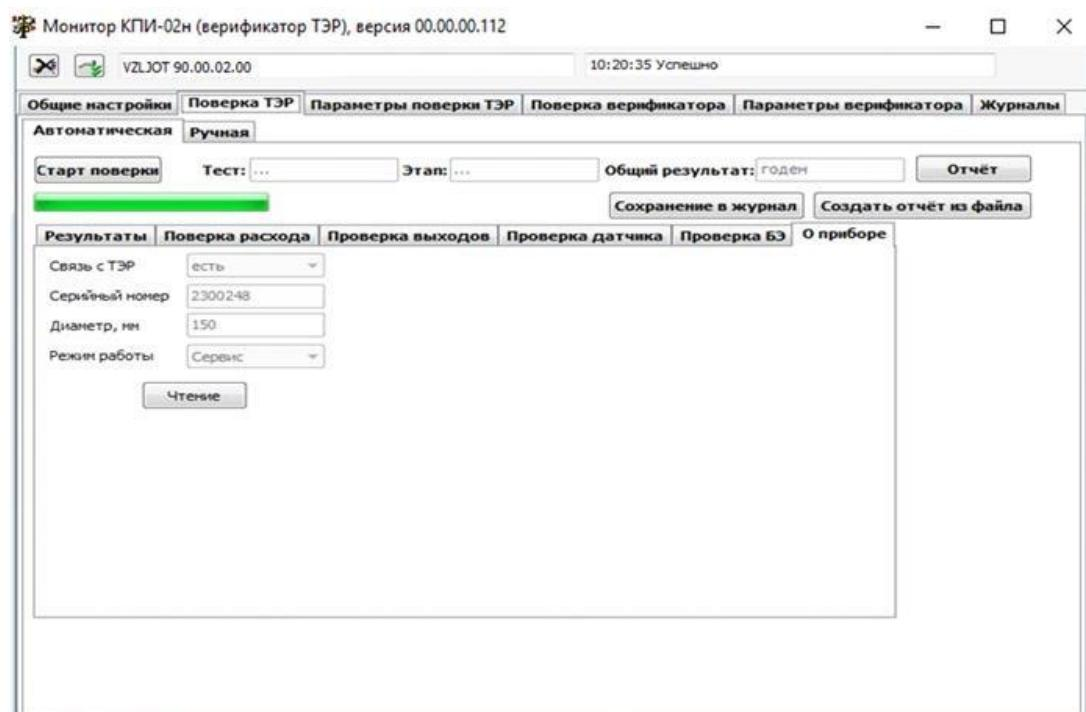

Рис.16. Окно «О приборе» вкладки «Проверка ТЭР».
4.2.3. По окончании поверки в окнах **Проверка расхода**, **Проверка выходов**, **Проверка датчика**, **Проверка БЭ** можно считать результаты всех проведенных измерений и тестов. В окне **О приборе** отображается информация о поверяемом расходомере (рис.16).